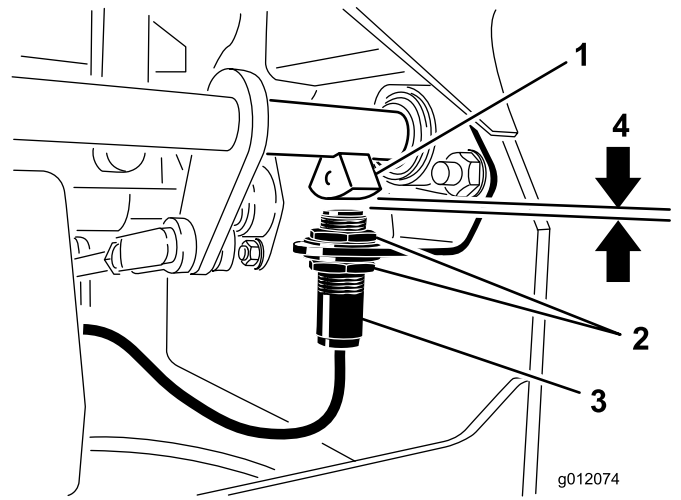

Figura 76
4. Mueva el interruptor hacia arriba o hacia abajo en el soporte hasta que la distancia entre el sensor del eje del freno y el émbolo del interruptor sea de 3.9 mm (5/32 pulgada) (Figura 76).